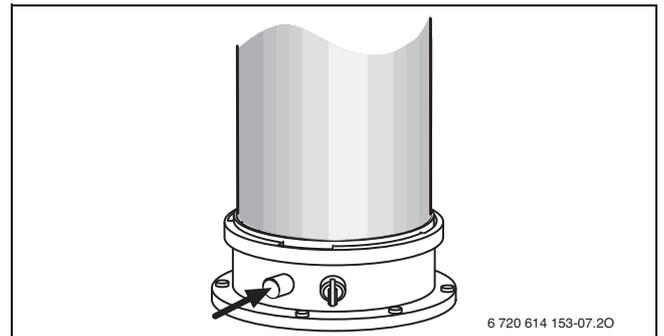

Fig. 37 Manicotto di misurazione dei gas combustibili
- ▶ Aprire il micrometro per la pressione differenziale del rubinetto gas (→ fig. 37).